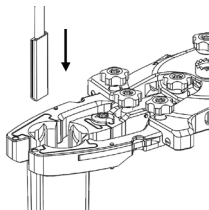

Figura 18
- Far scorrere la punta del distanziatore del **cavo a fibre ottiche (ML-0068)** nel canale del distanziatore della lama (Figura 18).